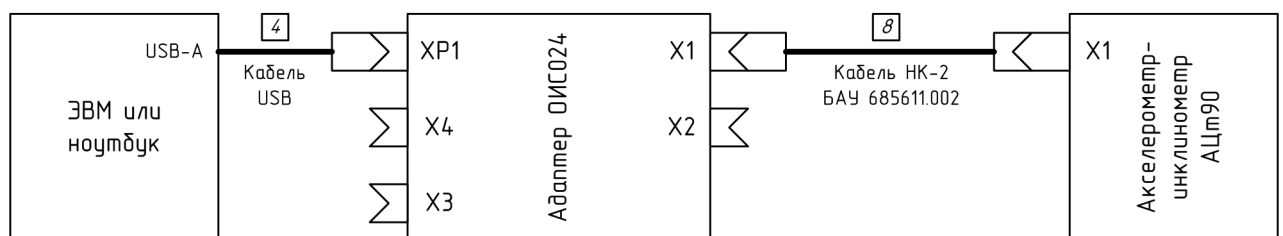

Рис. 3.1. Схема подключения акселерометра к адаптеру ОИС024 и ЭВМ.
**Операция:** Подключение адаптера ОИС024 к ЭВМ деформометру необходимо выполнять в соответствии со схемой соединения и подключения согласно Рис. 3.1
- подключить адаптер ОИС024 к ЭВМ и проверяемому устройству в соответствии со схемой соединения и подключения согласно Рис. 3.1;